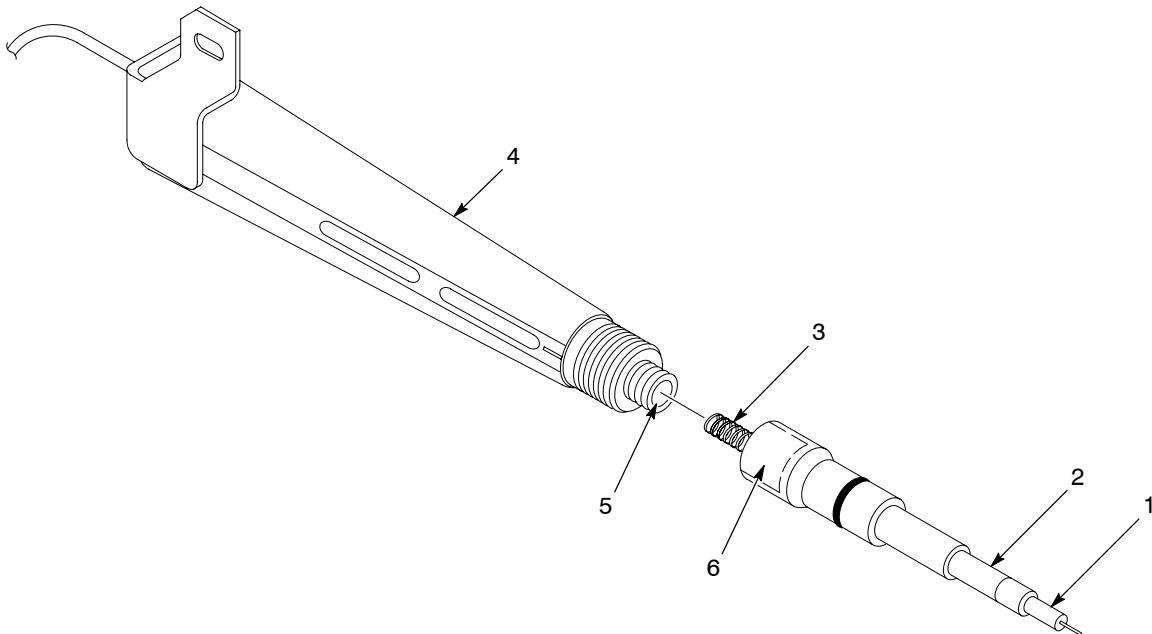

Рис. 8 Замена контактного наконечника и резистора
2. См. рис. 8. Вывернуть поврежденный контактный наконечник (1) из резисторного насадка (2).
- См. рис. 8. Вывернуть старый резисторный насадок (2) из умножителя (4). Прочистить полость умножителя (5).
- Впрыскивать диэлектрическую пластичную смазку в полость (5) умножителя до полного заполнения. Использовать 3-мл аппликатор, входящий в комплект.
- Полностью заполнить пружину (3) нового резистора и полость (6) резисторного насадка диэлектрической пластичной смазкой.
- Вывернуть старый контактный наконечник (1) из резисторного насадка (2).